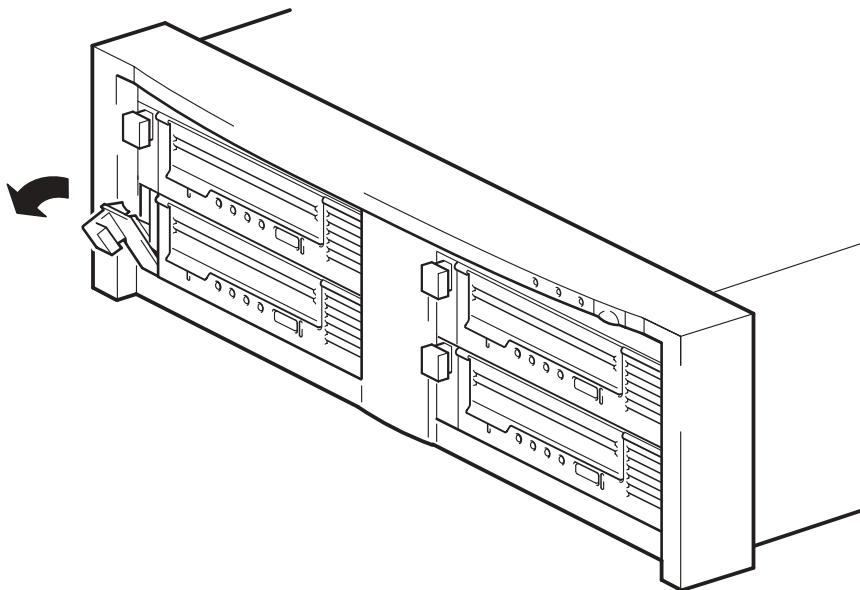

Figura 9a: puxar a alavanca de extração para fora
- 1** Puxe a alavanca de extração da unidade que deseja substituir para que fique na posição para fora. (Figura 9a)